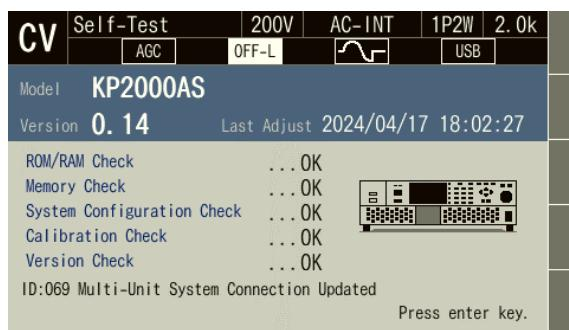

図 3-4 以前と異なるシステムで起動したときのセルフチェック画面
2. セルフチェックが行われ、結果が表示されます。結果に問題があった場合又はブーストアップを変更した場合、図 3-4 のようにセルフチェック画面で起動処理は一時停止します。セルフチェック結果を確認し、ENTER キーを押すと、起動処理が再開します。